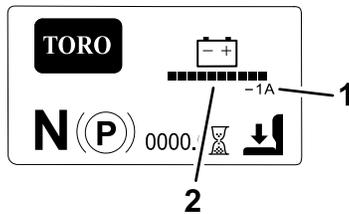

図 19
- **主画面 図 19:** キーが ON 位置にある時に、マシンの現在の情報を表示します。この画面には、バッテリーシステムの充電レベルと電流が表示されます。